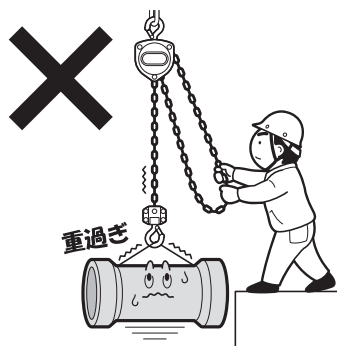
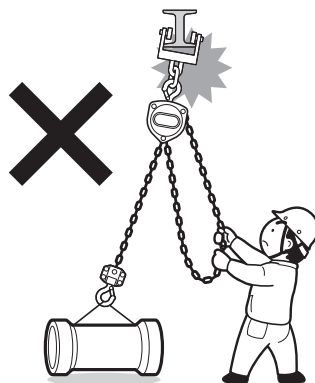

図2
図3
- (1)据え付けは、専門知識のある人以外は絶対に行わないでください。
- (2)チェーンブロックを設置する場所に十分な強度があることを確認してください。
- (3)定格荷重を超える荷は、絶対につらないでください。図2
- (4)損傷を受けたり、異音がするチェーンブロックを使用しないでください。
- (5)斜め引きをしないでください。(荷の真上にチェーンブロックを移動させてからつり上げてください。)
- (6)トロリ付で使用する場合、斜め引きはトロリに無理な力がかかります。トロリの真下でつってください。図3